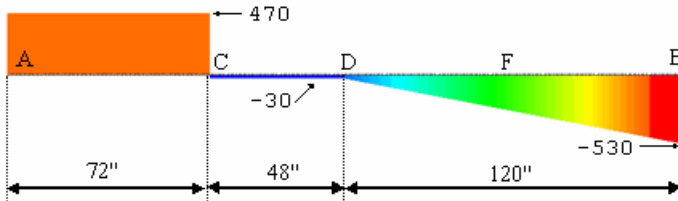
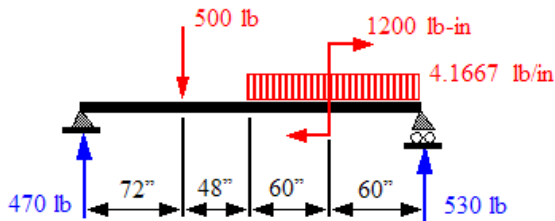

Рисунок 4.9 – Епюра поперечних сил
Рисунок 4.10 – Теоретичні значення поперечних сил
- Змініть орієнтацію виду, встановивши «Слева» (рис. 4.9).
Як можна побачити, значення поперечної сили (рис. 4.9) збігаються з теоретичним (рис. 4.10) рішенням (зауважте, що значення мають одиниці виміру фунт-сила).